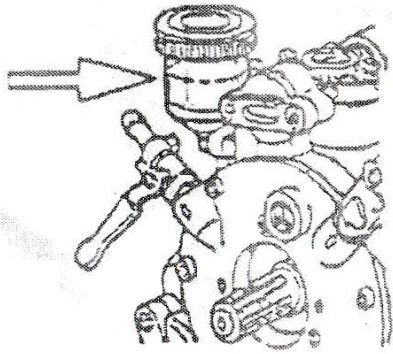

Рис. 6.9
6.3.13 Переконайтесь, що в непрацюючому насосі масло доходить до позначки, вказаної на стінці контролю рівня масла (рис. 6.9). Якщо рівень нижче позначки - долийте до потрібного рівня масло SAE 20w/30.